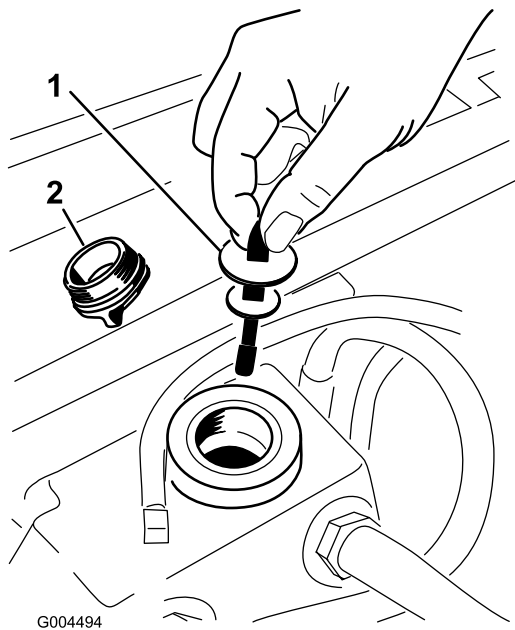

Bild 70
3. Nehmen Sie den Deckel des Hydraulikbehälters vom Einfüllstutzen ab (Bild 70).
4. Nehmen Sie den Peilstab heraus und wischen Sie ihn mit einem sauberen Lappen ab (Bild 70).
5. Stecken Sie den Peilstab in den Einfüllstutzen und ziehen ihn dann heraus, um den Ölstand zu prüfen (Bild 70).